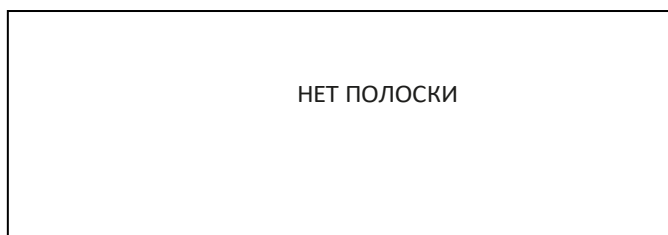

Рисунок 38
- При отсутствии полоски в лотке тестирование будет автоматически остановлено. При этом на дисплее появится сообщение «НЕТ ПОЛОСКИ», рисунок 38. Лоток выдвинется наружу. Для продолжения тестирования нажмите кнопку «Start».
- При отсутствии полоски в лотке тестирование будет автоматически остановлено. При этом на дисплее появится сообщение, рисунок 38. Лоток выдвинется наружу. Для продолжения тестирования нажмите кнопку «Start».